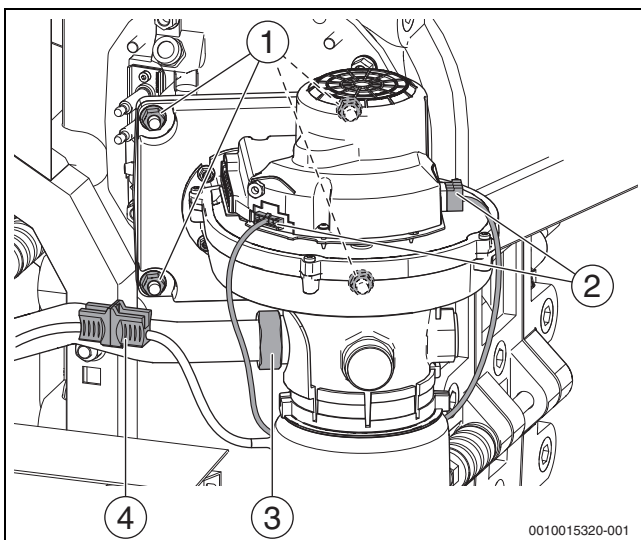
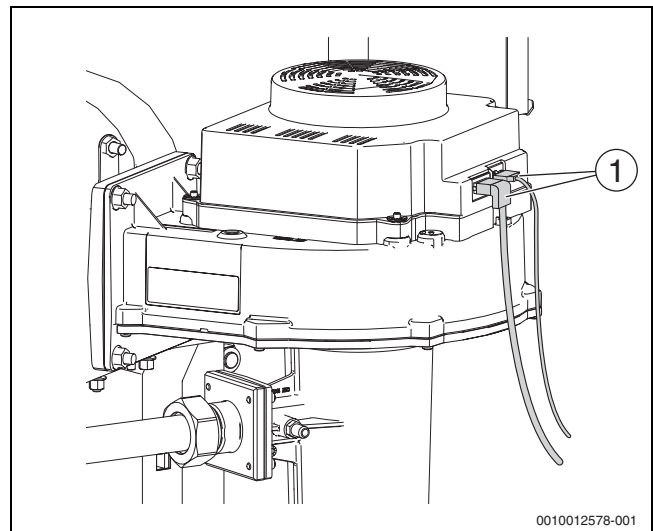

Bild 57 Elektrische Anschlüsse, Gebläse ausbauen (Kesselgröße 75-100 kW)
Bild 58 Elektrische Anschlüsse Gebläse (Kesselgröße 150-300 kW)
- ▶ Elektrische Anschlüsse am Gebläse lösen (→Bild 57 bzw. Bild 58).
- ▶ Steckverbinder trennen (→Bild 57)
- ▶ Überwurfmutter am Venturi lösen (→Bild 57, [3]).